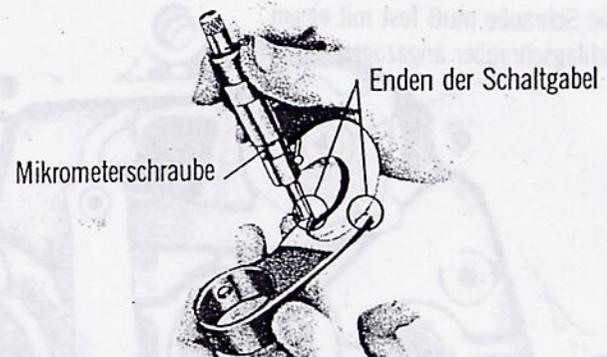

Abbildung 49
1. Dicke der Schaltgabelenden messen. Die Dicke der beiden Enden der Schaltgabel muß mit einer Mikrometerschraube gemessen werden. (Abbildung 49)